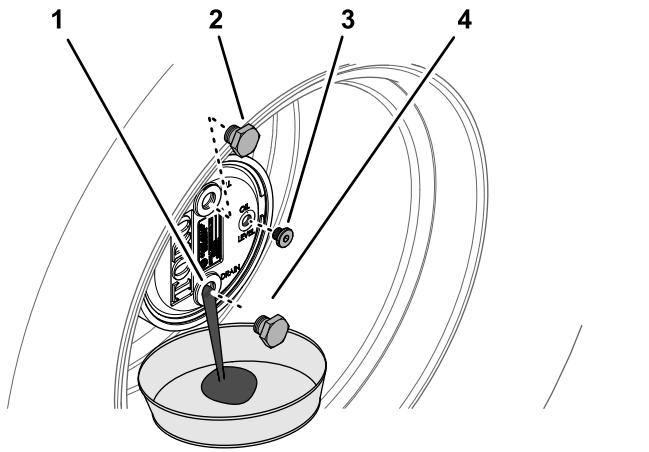

Figura 68
2. Retire el tapón de llenado en la posición de las 12 y el tapón de verificación en la posición de las 3 (Figura 68).
3. Coloque un recipiente debajo del cubo planetario, retire el tapón de vaciado en la posición de las 6 y deje que el aceite se drene por completo (Figura 68).
5. Instale el tapón de vaciado en el orificio de vaciado del engranaje planetario (Figura 68).